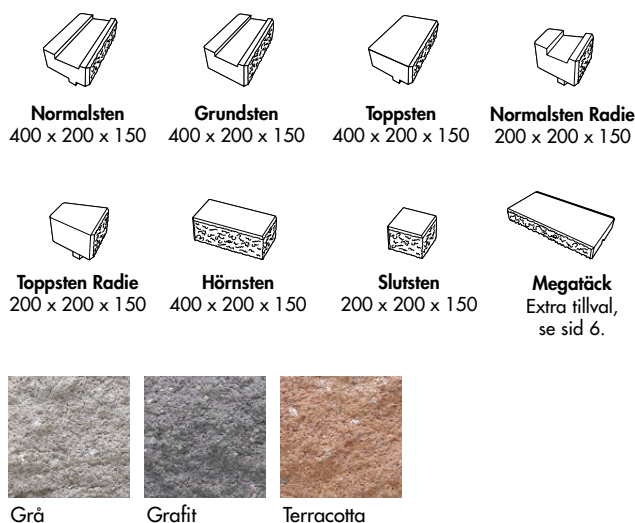

Bild 1. Sektionsritning murar upp till 1,5 m. Placering och längd av geonät vid Megawall Projekt. Montera en Connector per block.
I geonätet ska 1 Connector per block monteras, se bild 1.
1. Gräv ur en ca 40 cm djup och minst 60 cm bred ränna till murens grundläggning. Lägg i en fiberduk. Fyll på med ett minst 20 cm tjockt lager av bergkross typ 0-35/40 mm. Komprimera väl med hjälp av markvibrator. Avjämna med ett finare grusmaterial (stenmjöl) ca 3 cm tjockt lager att sätta första murskiftet i. Ca 10% av den totala murhöjden ska ligga under färdig marknivå. När du bygger högre mur än 1,5 m, se **bild 2**, ska första skiftet sättas i ett ca 10 cm tjockt lager jordfuktig betong, vilket läggs på en väl packad bädd av bergkross typ 0-35/40 mm. Se **bild 1 och 2**.
2. Lägg ut första skiftet av **Bender Megawall Grundsten**, ca 20 cm från bakkanten av grundbädden. Fyll på ett dräneringsskikt av finmakadam 8-16 mm eller liknande bakom muren till en bredd av 0,15 x murens höjd, dock minst 15 cm. Återfyll även mellanrummet på blockens framsida till önskad marknivå. Kontrollera med vattenpass att blocken ligger plant. **OBS!** Se till att hålla ordentligt rent mellan murskiftet. Sopa med en borste. Vid byggnation av raka murar spänns ett snöre utmed blockens bakkant för att få en rak linje. I de fall dräneringsrör används ska detta placeras bakom blocken med jämt fall så att vattnet leds bort från muren. Se **bild 1 och 2**.
teriet och bakfyllnaden för att undvika materialvandring och missfärgning av muren. Se **bild 1 och 2**.
4. När du bygger mur med Connector och geonät ska alltid första nätet placeras mellan första och andra skiftet, se **bild 1 och 2**. Montering av geonät och Connector, se **bild 3**. Klipp nätet som **bild 4** visar. Sträck geonätet väl och fyll på med material, så att sträckningen säkerställs.
Fortsätt med ett antal blockskift till nästa geonäts nivå enligt **bild 1 och 2**. Kontinuerlig packning av bakfyllnaden.